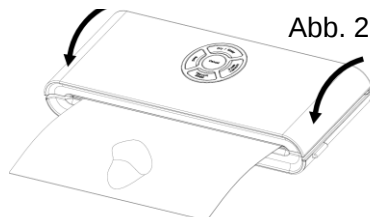

Abb. 2
4. Drücken Sie die Deckelklappe auf beiden Seiten nach unten, bis diese an beiden Seiten hörbar einschnappt (Abb. 2).